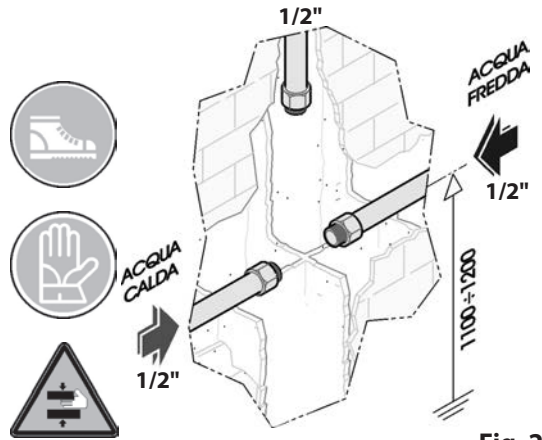

Fig. 2
- Nella parte superiore ed inferiore, alloggiare i tubi idraulici per l'erogazione ai servizi. (Fig.2)
- On both the top and bottom areas, lodge the sanitary supply pipes. (Fig.2)
- Im oberen und unteren Bereich das Ansatzrohr für den Wasserauslauf unterbringen (Abb.2).
- Dans la partie supérieure et inférieure, loger les tuyauteries hydrauliques pour la distribution. (Fig.2)
- En la parte superior e inferior, instale los tubos hidráulicos para la salida de agua a los servicios. (Fig.2)
- В верхней и нижней части расположить трубы на выходящие направления дополнительной лейки и душа.(Рис.2)